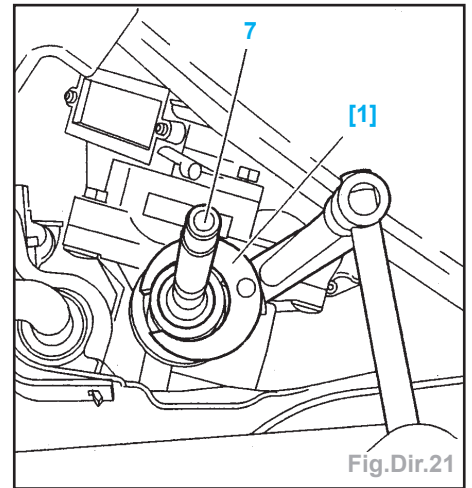

Fig.Dir.21
- Déposer la rotule (7) ; à l'aide de l'outil [1] (clé pour rotule, ref. 80707-T) (Fig.Dir.21).